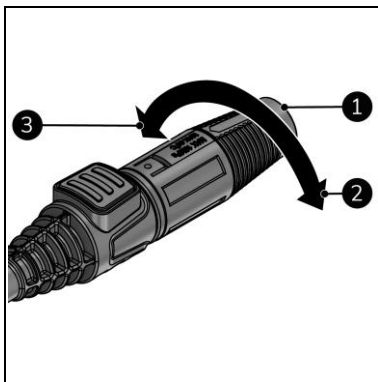

Figure 14
3. Tournez la tête de la buse (figure 14, pos. 1) pour modifier l'angle du jet :
- pour un angle inférieur (plus puissant), tournez-la dans le sens des aiguilles d'une montre (figure 14, pos. 2).
- pour un angle supérieur (plus puissant), tournez-la dans le sens inverse des aiguilles d'une montre (figure 14, pos. 1).